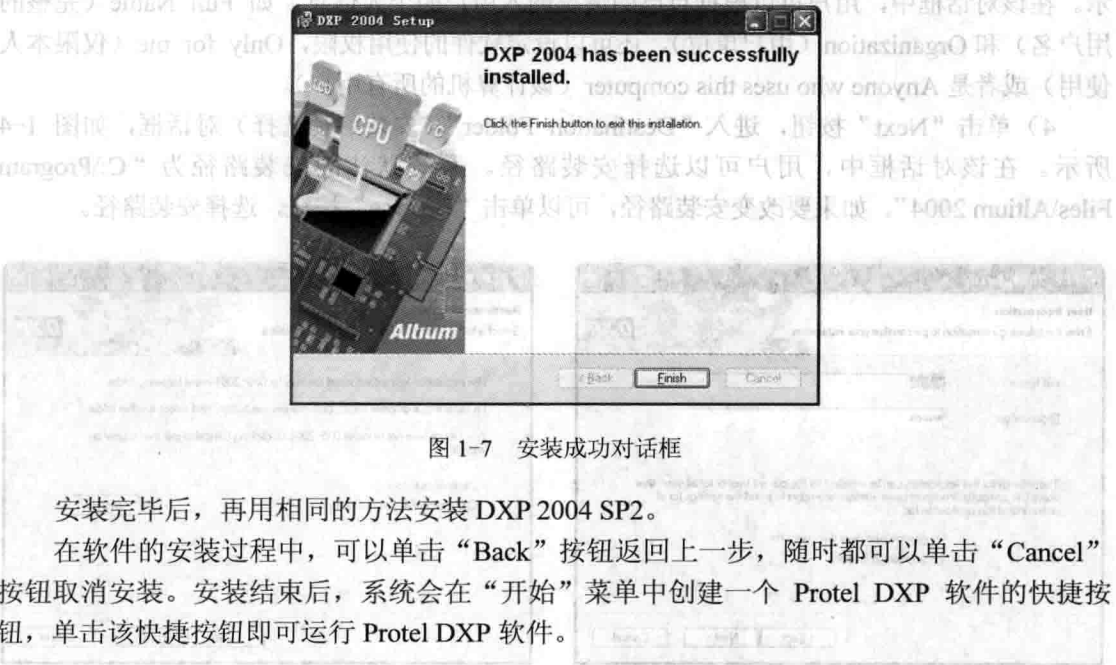

图 1-7 安装成功对话框
7) 安装结束后, 会弹出安装成功对话框, 如图 1-7 所示, 单击“Finish”按钮即可完成 Protel DXP 软件的整个安装过程。